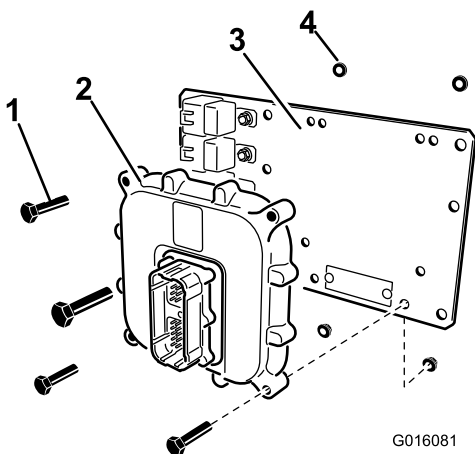

Figura 13
3. Fissate l'UCE alla piastra di appoggio con 4 bulloni (1/4 x 1-1/4 poll.) e 4 dadi di bloccaggio (1/4 pollice) come illustrato in Figura 13.